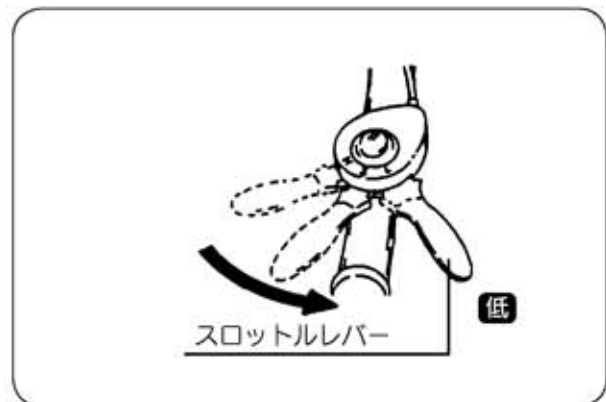

図15
- ②スロットルレバーをゆっくり【低】の位置にします。(図15)